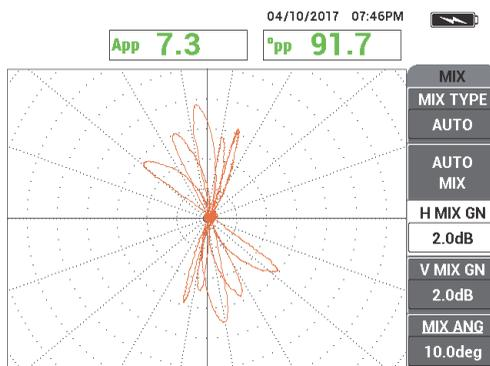

Рис. 5-174 Результаты сканирования трубы
12. Просканируйте трубу на наличие дефектов (см. Рис. 5-174 на стр. 265).